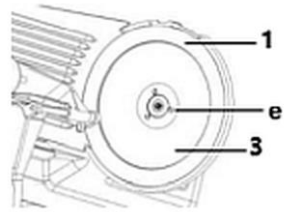

Fig. 13
4. Pour retirer la lame (1), desserrer les 3 vis de blocage (e) à l'aide d'un tournevis adapté (fig. 13).
5. Enlever avec précaution la lame (1).
6. Laver la lame (1) et sa protection (3) à l'eau chaude avec un produit nettoyant neutre. Utiliser une éponge, une brosse de nettoyage ou bien un chiffon doux. Rincer à l'eau claire.